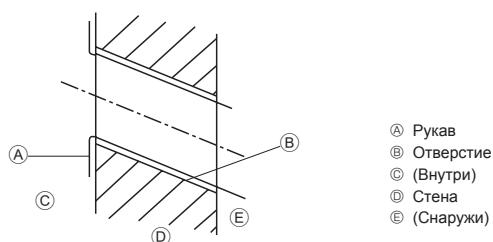

Fig. 3-3
3.2.2. Сверление отверстия для труб (Fig. 3-3)